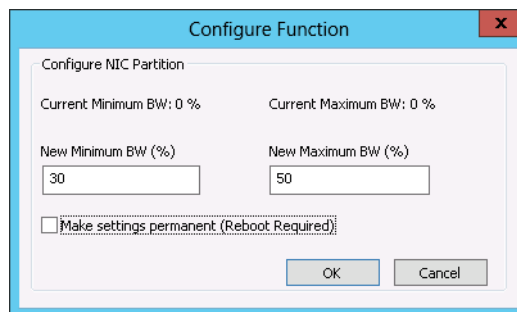

Abbildung 4-30. Eingeben neuer Bandbreitenwerte
- Legen Sie im Dialogfeld zum Konfigurieren der Funktion den minimalen und den maximalen Prozentsatz der Bandbreite mithilfe der Felder **New Minimum BW** (Neue minimale BB) und **New Maximum BW** (Neue maximale BB) fest (siehe Abbildung 4-30).